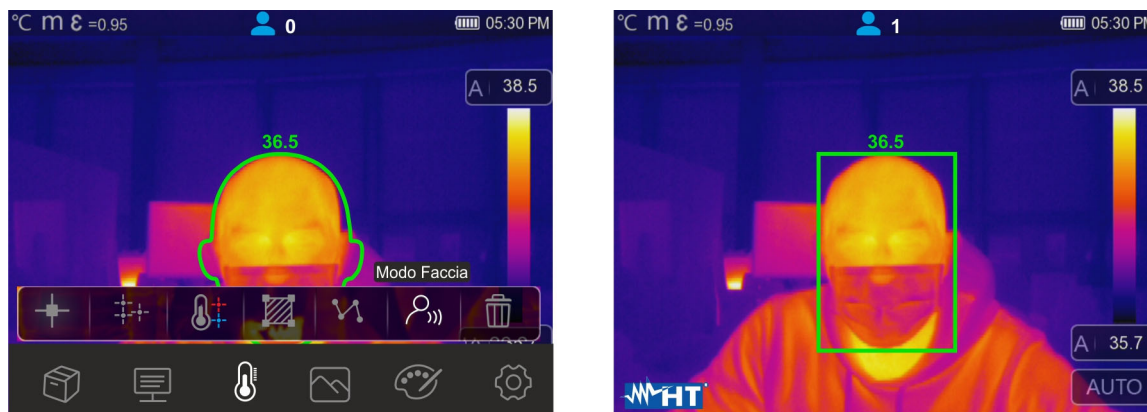

Fig. 51: Visualizzazione del modo faccia nella funzione Screening
8. La videata di Fig. 51 – parte destra è mostrata a display